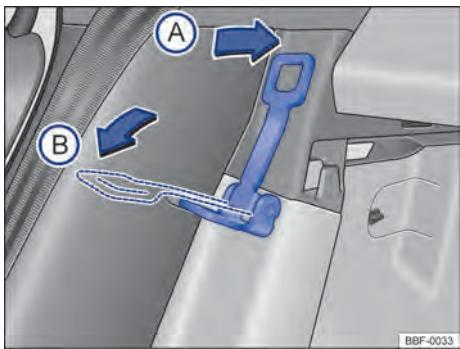

Fig. 66 Atrás do banco traseiro: alavanca para regulagem de inclinação do encosto
- **Posição A:** colocar a alavanca → **Fig. 66** no sentido da seta **(A)**, para retornar o encosto do banco para sua posição original.
- **Posição B:** colocar a alavanca → **Fig. 66** no sentido da seta **(B)**, para ampliar o compartimento de bagagem.
A Volkswagen indica não montar a cadeira de criança no banco traseiro na posição **(B)** → Fig. 66.